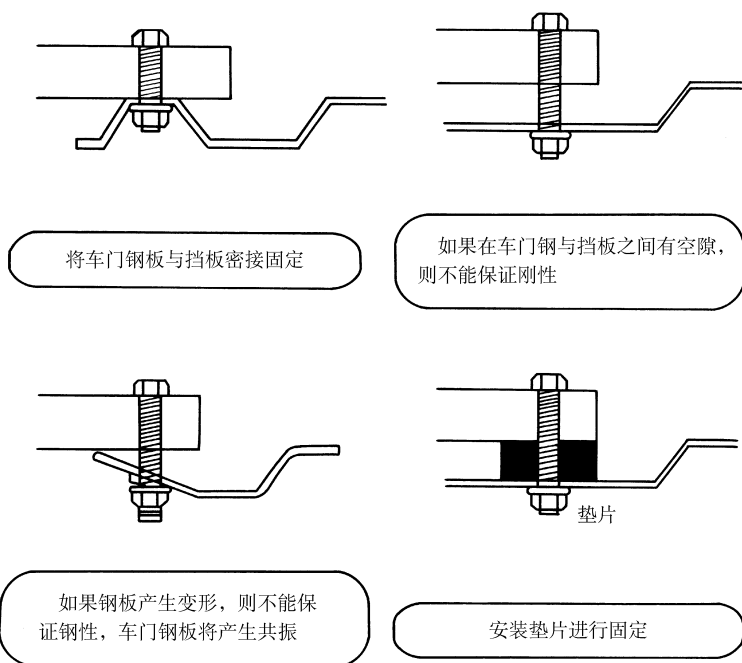

图 4-27 挡板的固定
(2) 螺钉的固定位置。将车门钢板和挡板密接地进行固定(图 4-27)。